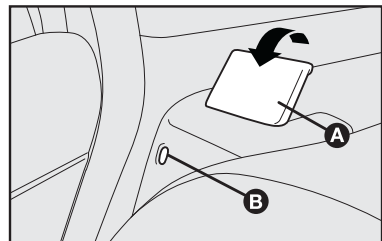

fig. 102
Levantar os encostos, empurrando-os para trás até perceber o impulso de bloqueio de ambos os mecanismos de travamento, verificando visualmente o desaparecimento da “faixa vermelha” **B-fig. 102** presente de lado nas alavancas **A**.
**ADVERTÊNCIA:** certifique-se que o encosto esteja corretamente enganchado em ambos os lados (“faixas vermelhas” B-fig. 102 não visíveis) para evitar que, em caso de brusca freada, o encosto possa projetar-se para frente, causando o ferimento dos passageiros.